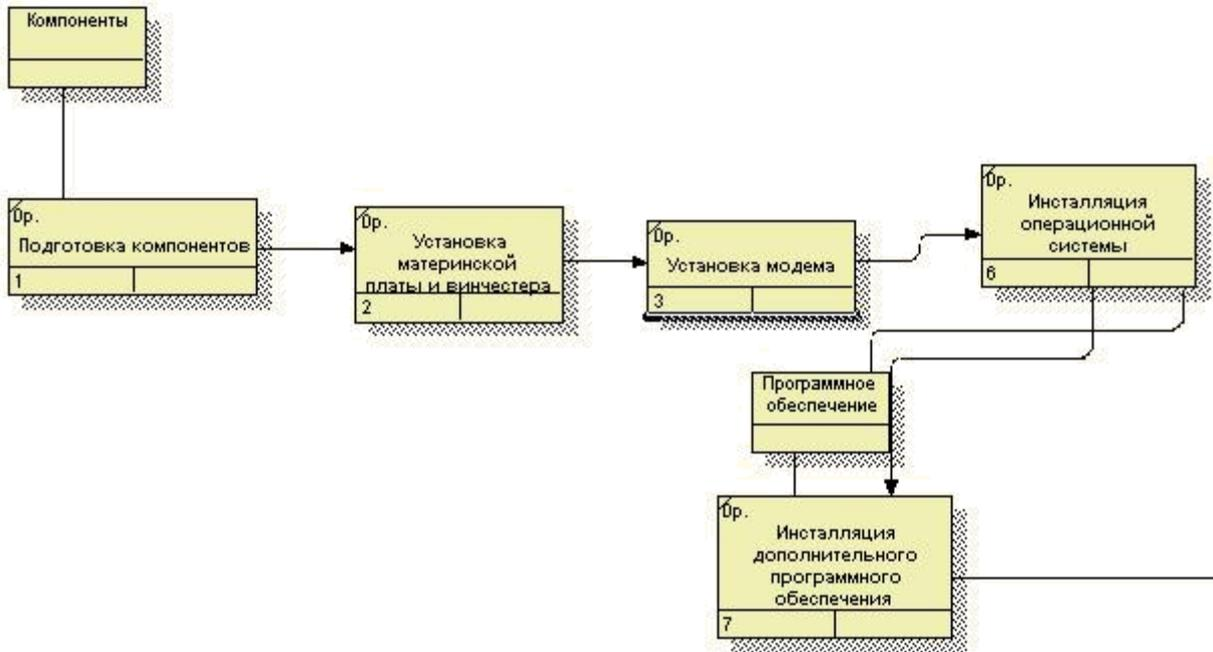

Рис.4. Сценарий
2. Удалите элементы, не входящие в сценарий. Результат выполнения на (рис.4)